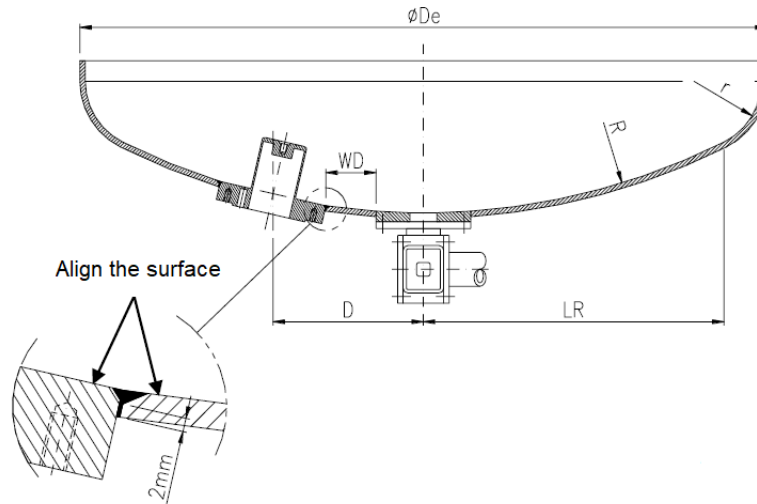

Fig. 3
El borde interno del tanque debe ser redondo para hacer un ángulo de 45° inclinado hacia dentro (creando una ranura para soldadura). En el borde exterior del orificio debe dejarse en una parte recta de aproximadamente 2 mm, fig. 3.
- Insertar la campana en el orificio del recipiente comprobando que la superficie interna del fondo redondeado está alineada con los bordes exteriores de la campana, ver fig. 3.